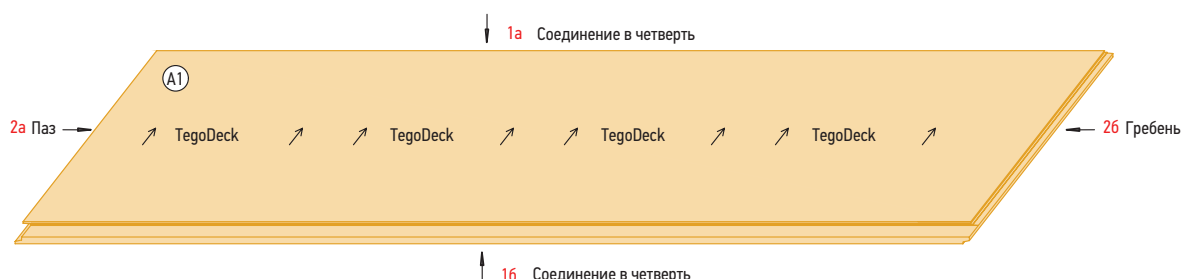

Рис. 2.17. Кровельная плита TegoDeck
- **Компенсировать возможное расширение.** Для компенсации объемного расширения, возникающего при изменении влажности, стандартные плиты ОСП-3/ФСФ следует устанавливать с зазором 3–4 мм, при использовании кровельных плит TegoDeck такой зазор уже предусмотрен в системе специального замкового соединения «в четверть» или «паз-гребень» (см. рис. 2.17).